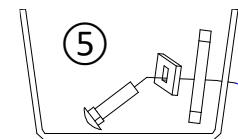

Figura 4
- Insertar el perno de carruaje ① y el espaciador ② a través de las aberturas en los largueros del bastidor utilizando los alambres de insertar ⑤. Halar los alambres de insertar a través de las ranuras en el soporte primero y luego en los orificios en los largueros del bastidor, como se muestra en la Figura 4. Retirar los alambres de hilar y sin apretar instalar la arandela cónica y la tuerca hexagonal ③ ④ al enganche.